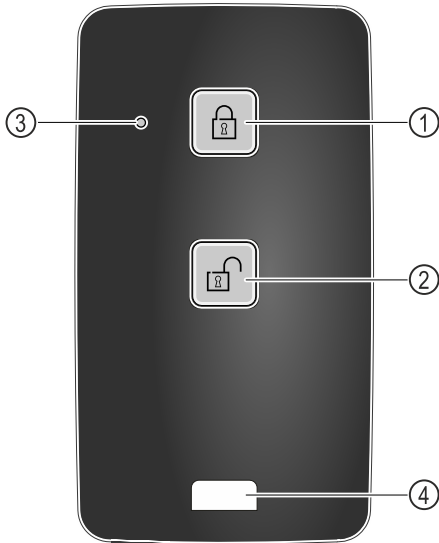

Fig. 139
- (1) Kyçja e bravës (2) Shkyçja e bravës (3) Treguesi LED i statusit (4) Vrima e fiksimit
- ▶ Shtypni butonin Fig. 139 (1) në telekomandë.
- ▶ Shtypni butonin Fig. 139 (2) në telekomandë.
- ▶ Treguesi LED i statusit Fig. 139 (3) jep një reagim vizual kur shtypet një buton.
- ▶ Vrima Fig. 139 (4) për kapjen e telekomandës, për shembull, në një varëse çelësash.